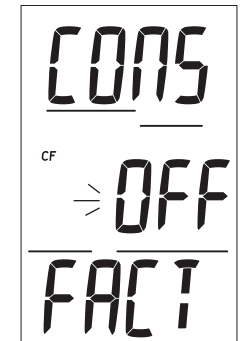

Abb. 33 - Einstellung KONSERVATIVFAKTOR
Einstellen des Konservativfaktors (CF), umfasst folgende Daten (Abb. 33):